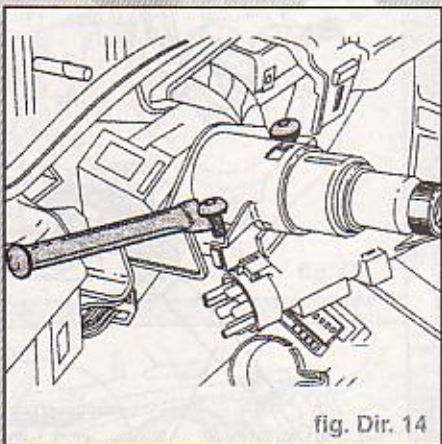

fig. Dir. 14
- Casser les vis de rupture avec un burin approprié (fig. Dir. 14).